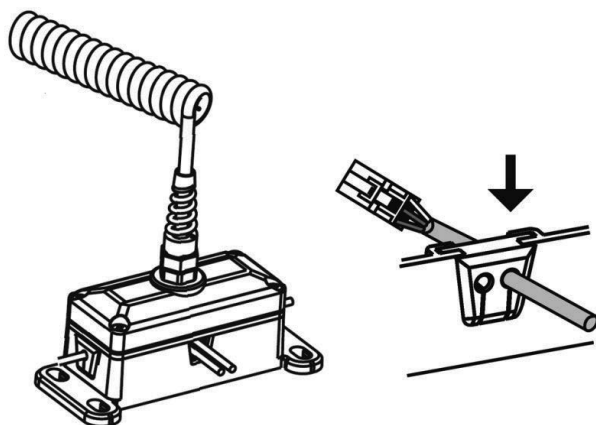

Рисунок 2 – Ввод кабелей в коробку распределительную
- Кабели от датчиков безопасности проведите в коробку распределительную (Рисунок 2), через уплотнительные вставки. Предварительно, выберите уплотнительные вставки из комплекта (для кабелей $\varnothing 3,4$ мм – 3шт.; для кабеля $\varnothing 4,4$ мм – 1шт.).